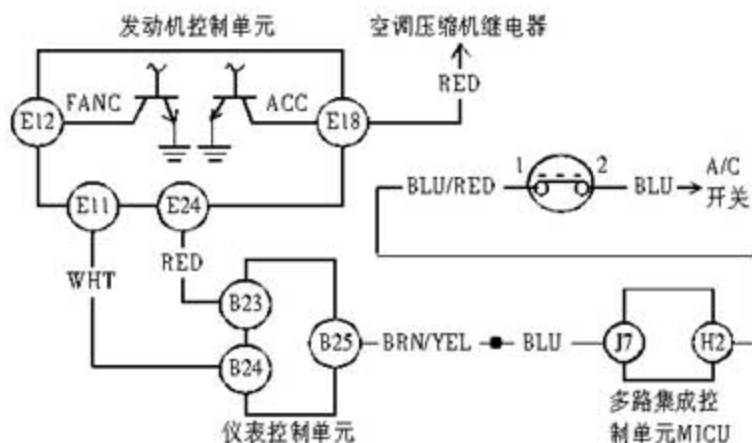

图 1
- 5). 模拟用户的驾驶情况继续进行路试，路试几个小时后回厂停车继续开空调怠速工作。一段时间后笔者发现水温表和转速表都跌到零并上下摆动，最后完全不动。打开发动机舱，发现空调压缩机也停止工作，故障终于出现了。按压 A/C 开关，空调面板显示正常，指示灯也正常，但压缩机不工作。重新接入 HDS 进行检测，故障码 U0155、B1178、B1168 以及 B1169 再次出现。进入故障诊断仪的发动机数据列表，打开 A/C 开关，但列表显示空调开关信号处于关闭状态，这说明发动机控制单元没有接收到空调请求信号。进入空调系统数据列表，列表显示空调开关信号及其他相关传感器信号正常，这说明空调控制单元到多路集成控制单元 (MICU) 的通讯线路是正常的。拆开右侧仪表板下饰板，拆下发动机控制单元，给发动机控制单元的 E18 号端子提供搭铁信号 (图 1)，这时空调压缩机可以工作，制冷系统工作正常，发动机熄火重新起动后所有故障又消失了。看来水温表和转速表不工作以及空调系统不工作应该是由网络上信息传输或接收出现间歇性故障引起的，可能原因包括仪表控制单元到发动机控制单元之间的快速网络传输线路故障，或仪表控制单元故障。